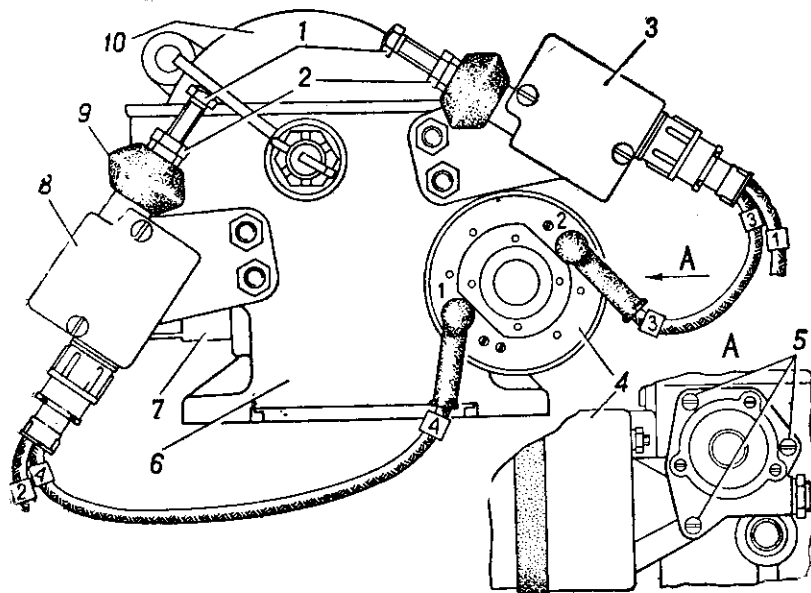

Рис. 83. Установка конечных выключателей электропривода крышек воздухопритока и воздухоотвода:
На картере 6 (рис. 83) закреплен электродвигатель 4 привода и два конечных выключателя 8 и 3. Конечный выключатель 8 отключает электродвигатель 4 при полном закрытии, а конечный выключатель 3—при полном открытии крышек.
1. В случае, если отсоединялись провода от электродвигателя привода или разъемы конечных выключателей, **прежде чем включить привод, проверьте правильность подсоединения проводов** в соответствии с их маркировкой (см. рис. 83).